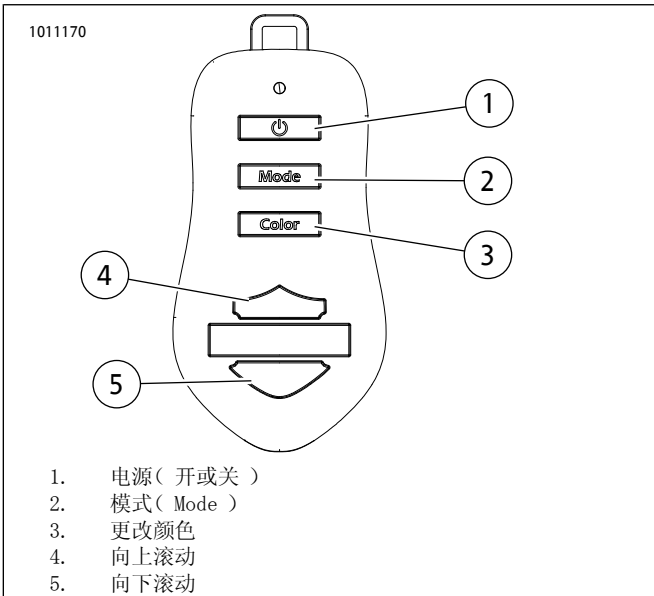

图3。遥控钥匙
2. 参见图3。按遥控钥匙上的电源按钮( 1 )。
1. 参见图3。按下模式按钮( 2 )，在三种模式下切换。
1. 参见图3。按更改颜色按钮( 3 )以滚动和更改色带。